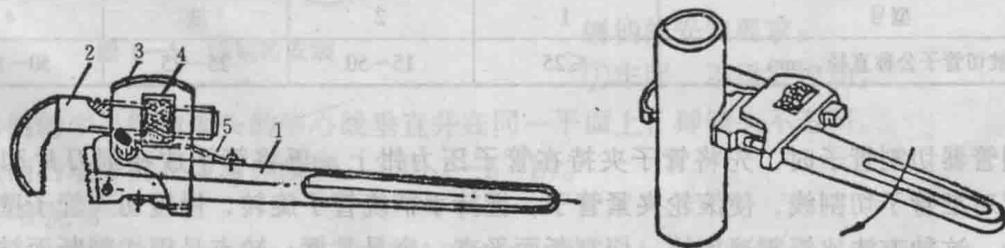

图 1—1 管钳
管钳钳口通过螺母和外套与手柄相连，根据管径大小转动螺母至适当位置，即可用钳口的牙齿咬牢管子，并可驱使管子转动，其结构见图1—1。
①使用管钳时应注意用力方向，以免损坏管钳，见图1—1。